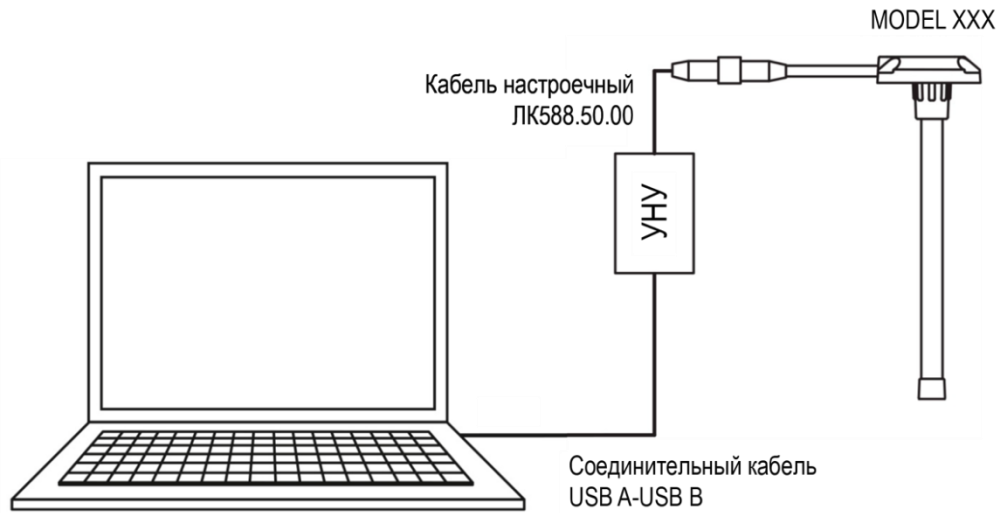

Рис. 12 - Схема подключения изделия к ПК
2. Присоединить изделие к устройству настройки универсальному (УНУ)¹ с помощью кабеля настроечного ЛК588.50.00. Затем с помощью кабеля соединительного USB A-USB B подключить УНУ к ПК. Схема подключения приведена на Рис.12.